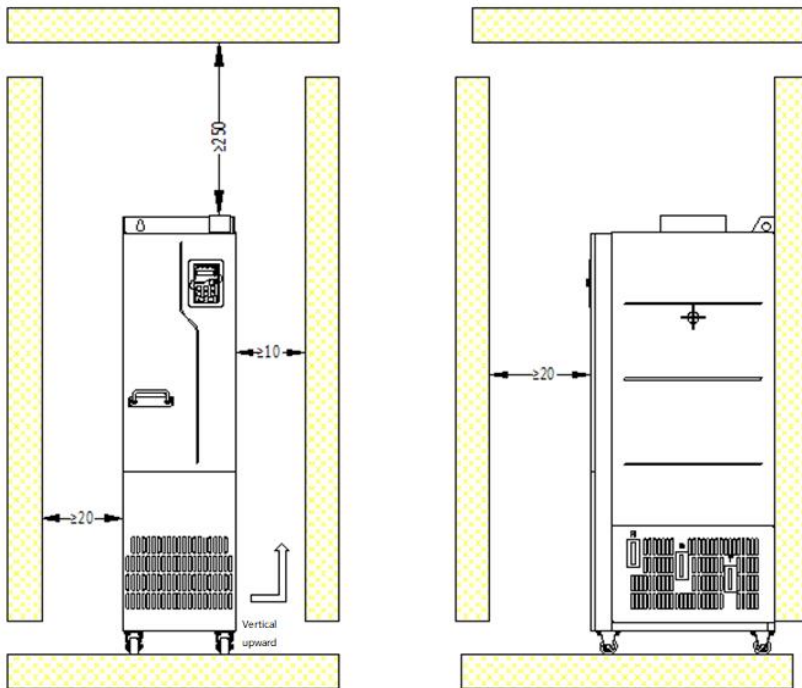

Figura 4-9 Requisitos de espacio de montaje
- La Figura 4-9 muestra el espacio de montaje. No solamente hay que reservar suficiente espacio de disipación de calor para la unidad VFD, sino que también hay que tener en cuenta las condiciones de disipación de calor para otros dispositivos del armario.